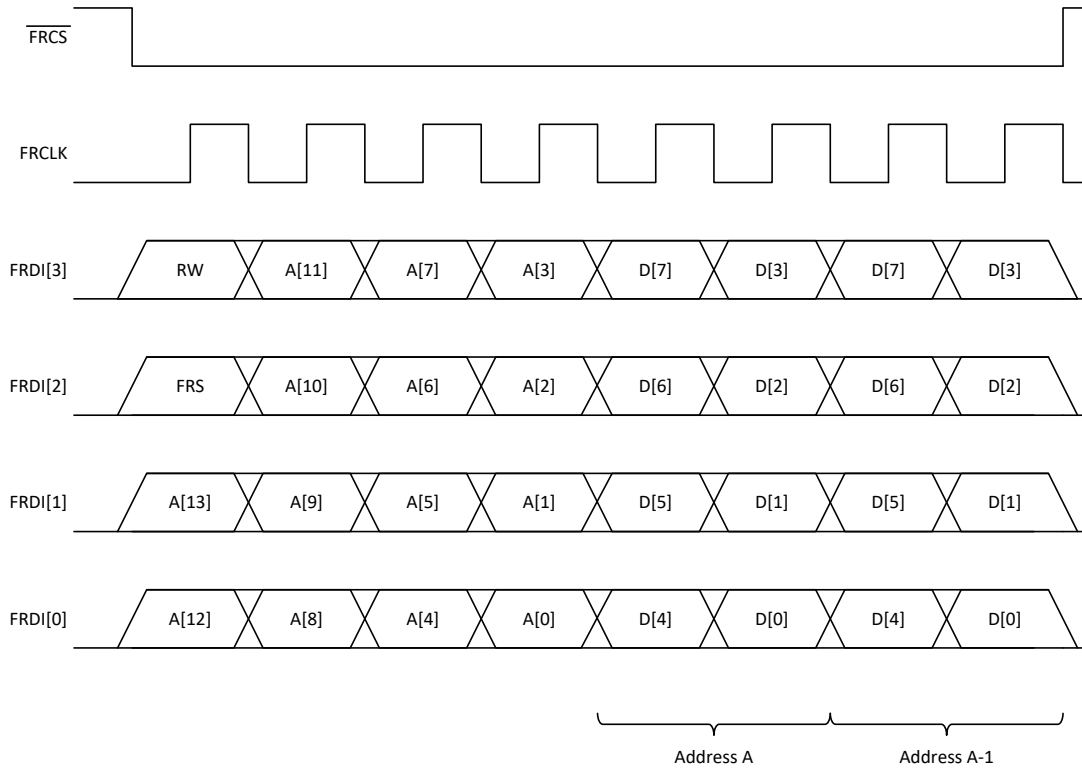

図 7-60. FR インターフェイスのタイミング図
高速再構成 (FR) インターフェイスは、NCO 周波数および同期を設定するための高速書き込み専用アクセスを提供します。FR インターフェイスは SPI インターフェイスと似ていますが、クロック サイクルごとに 4 ビットが送信されます。図 7-60 に、FR タイミング図を示します。R/W ビット (このデバイスでは常に書き込み)、トランザクション同期ビット (FRS)、14 ビット のアドレス、それに続くデータ バイトを使用します。このアドレスは、各データ バイトの後にデクリメントされます (リトル エンディアンと整合します)。このインターフェイスはバイトでアドレス指定でき、各バイトの後にデータがコミットされます。FR インターフェイスは、1 クロックにつき 4 ビット (1 ニブル) を取ります。マルチニブル フィールドの場合、データは最上位のニブルから送信されます。トランザクション同期ビット (FRS) が設定されている場合、**NCO\_SYNC\_SRC** レジスタ フィールドで指定された同期イベントが **FRCS** の立ち上がりエッジで発生します。最初のデータ バイトの完了前に終了したトランザクションでは、**SYNC** イベントがトリガされない場合があります。